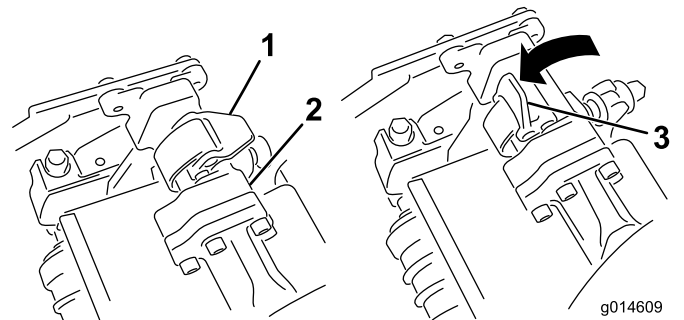
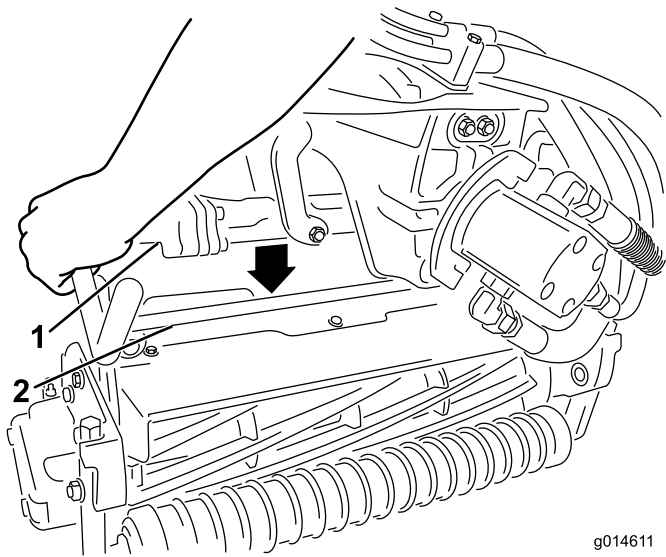

图 36
图37
4. 当悬挂臂架上的门锁指向上方（即打开）时（图 36），向下压悬挂臂，使悬挂臂架与滚刀组上方的支架相契合（图 37）。
5. 向下并绕着滚刀组架关闭闩锁，将它们锁定到位（图36）。
5. 打开您正在拆下的滚刀组悬挂臂上的门锁（图36）。